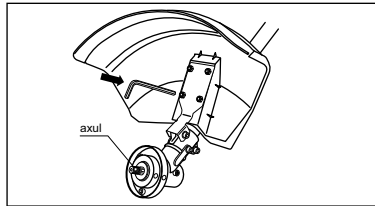

fig. 5
- Fixați capacul de protecție pe placa de montare cu șuruburile cu șaibe folosind o cheie hexagonală (fig. 5).